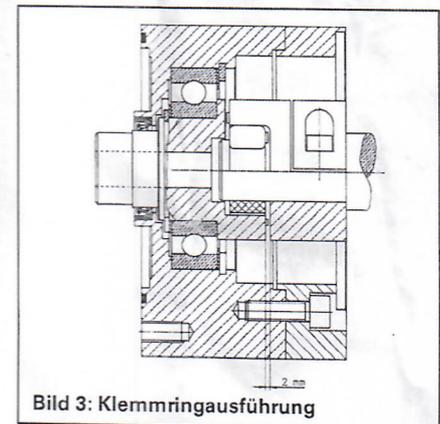

Bild 3: Klemmringausführung
- axiale Position der Kupplungsnahe ausmessen, Abstand 2 mm (siehe Bild 3) einhalten. Klemmschrauben an der Kupplungsnahe nach Tabelle 3 anziehen.